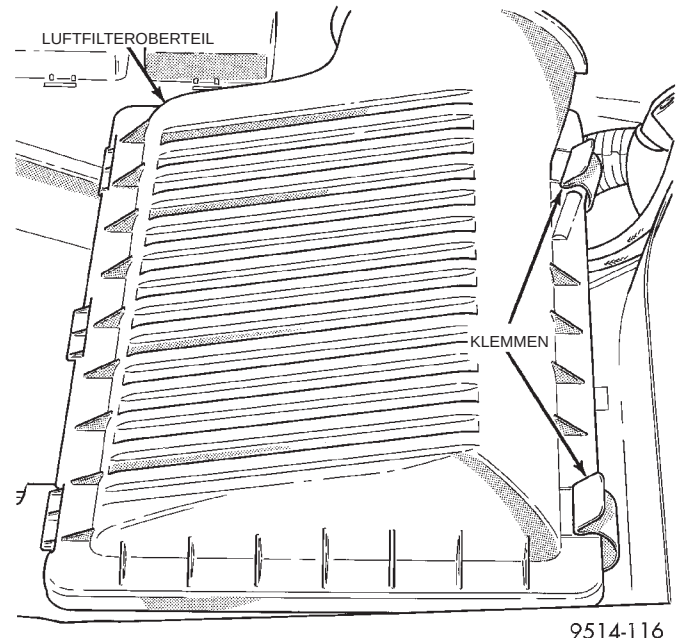

Abb. 86 Klemmen am Luftfilteroberteil
- (1) Die Klemmen hinten am Oberteil des Ansaugluftfilters lösen. Das Luftfilteroberteil vom Gehäuse des Ansaugluftfilters abnehmen (Abb. 86).